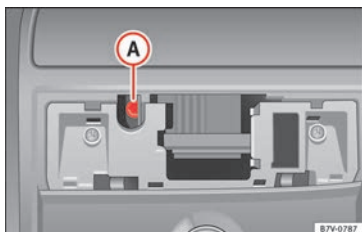

Abb. 16 Innensechskantschraube zum Schließen des Panorama-Schiebedachs.
- Stecken Sie einen handelsüblichen Innensechskantschlüssel¹⁾ der Größe 4 mm in die Innensechskantschraube » **Abb. 16 A**.